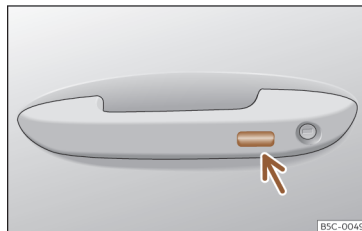

Fig. 94 Manípulo da porta: superfície sensora.
- **OU** através do sistema Keyless Access (apenas fecho): Mantenha um dedo durante alguns segundos sobre a superfície sensora de bloqueio >>> **Fig. 94** (seta) do manípulo da porta para fechar as janelas e o teto. Se deixar de tocar na superfície sensora, interrompe a função de fecho.
- Mantenha um dedo durante alguns segundos sobre a superfície sensora de bloqueio >>> **Fig. 94** (seta) do manípulo da porta para fechar o teto. Se deixar de tocar na superfície sensora, interrompe a função de fecho.